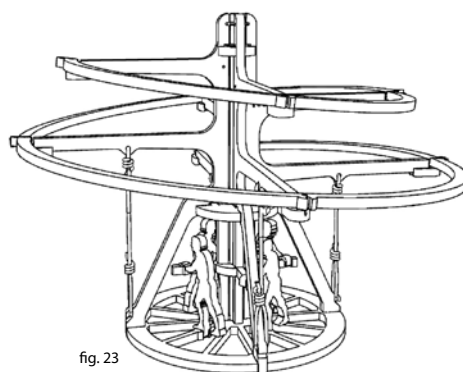

fig. 22
Stendere la colla (poca) sulla spirale e sul traverso di partenza (o di arrivo) adagiarsi sopra la tela di TNT e adattarla, facendo attenzione di non creare grinze. Incollare anche il punto di congiunzione dei due pezzi. Ripetere l'operazione con il secondo telo. Incollare anche il punto di congiunzione dei due pezzi. Il risultato che si otterrà è visibile in fig. 22.
1) Spread the glue (not much) on the spiral and on the starting (or ending) cross, then place the sail (nonwoven fabric) and adapt it, being careful not to create wrinkles. Repeat the operation with the second sail. Glue also the meeting point of the two pieces. The result is shown in Fig. 22.